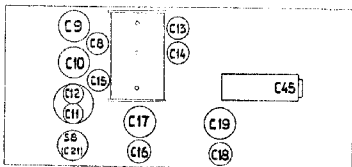

Fig. 8
11. C19 trimmen op maximum output (zie fig. 8).
- S8 afregelen op minimum output (fig. 8).
Bij deze instelling verdient het aanbeveling gebruik te maken van een speciale beugel, om de schaal vast te zetten (Zie fig. 8).